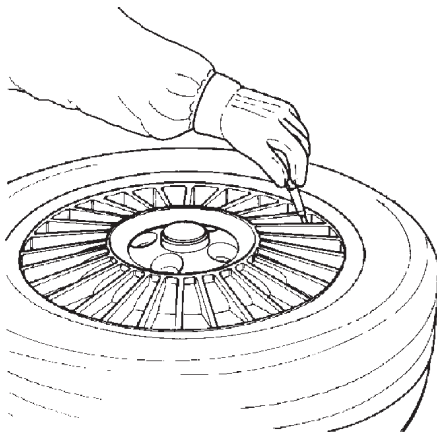

Fig. 4.1-1
**A.** Enlever toutes les masses des bords de la jante. Enlever la vanne et dégonfler le pneu (Fig. 4.1-1).